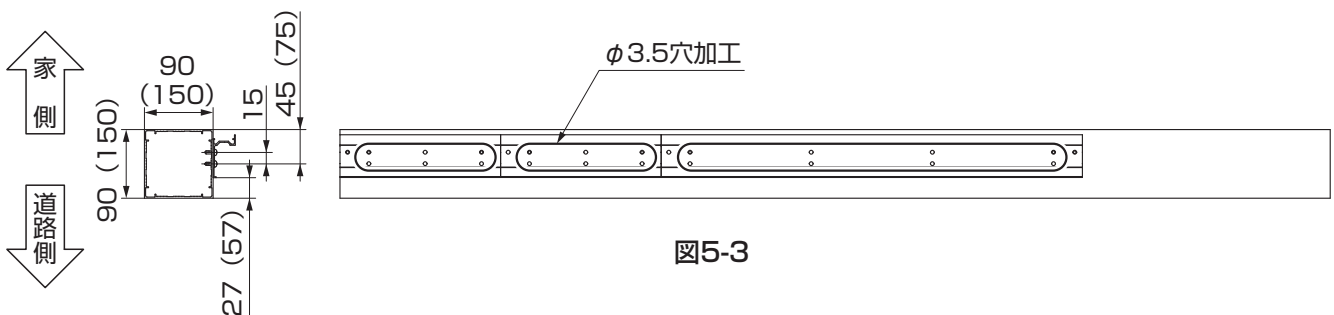

図5-3
- ①図5-3を参照して加工位置を確認してください。
- ②柱に取付部材をあてがいφ3.5の写し穴を加工してください。